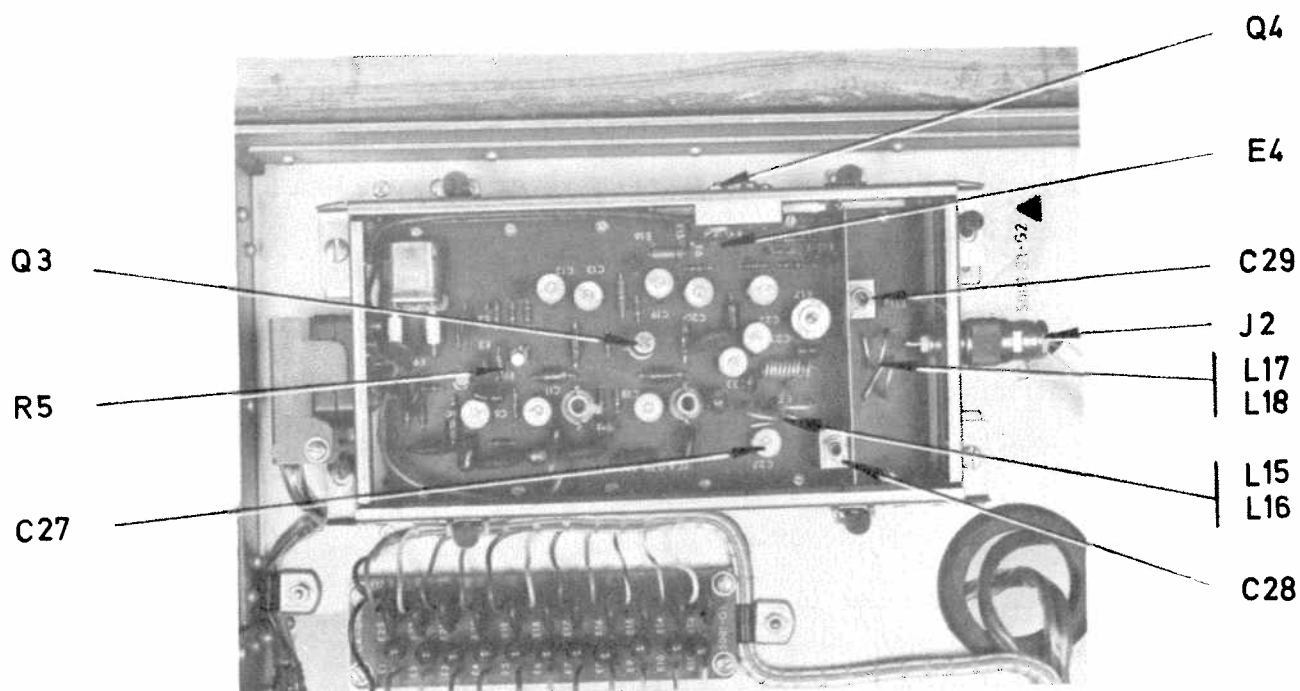

Bild 23
4.3.1.3 Ta bort blandaren ur mottagaren. Koppla bort motståndet R5 (se bild 23) mellan lödtornen E3 och E1 i lokaloscillatorn. Koppla upp enligt bild 21. Ta ur lokaloscillatorns kristall.
Innan trimningen påbörjas, märk kondensatorn C27 inställda läge med ett blyertsstreck. Placeringen framgår av bild 23.
- Lossa motståndet R5 från lödtornet E3 (se bild 23).